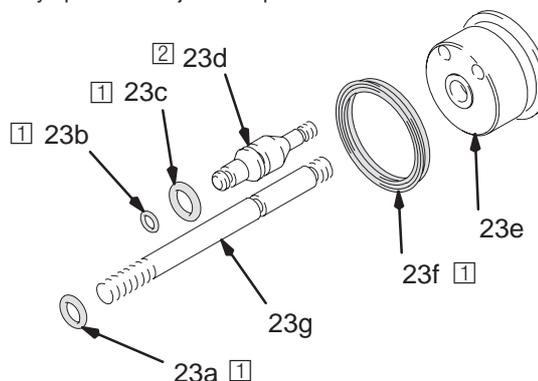
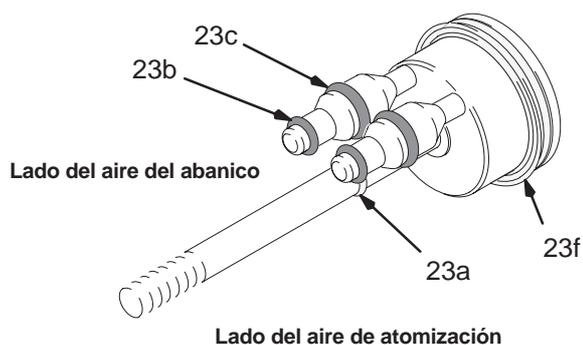

Fig. 30 03530
Fig. 31 03531
4. Inspeccione las juntas (23a, 23b, 23c) y la empaquetadura de la copela en U (23f) por si hay daños. Vea la Fig. 30. Consulte la Fig. 31 para aislar cualquier problema relacionado con fugas de aire.
7. Instale el brazo del accionador (19) y la contratuerca (46). Apriete la contratuerca hasta que esté emparejada con el extremo del vástago del pistón. Ajuste la tuerca (36) como se indica en el paso 5 de la página 40. Apriete firmemente la contratuerca (46) para evitar que se afloje durante el funcionamiento.